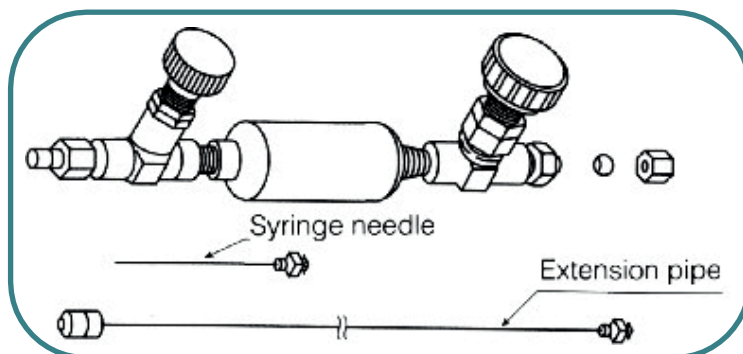

Figura 1: Muestreo del LPG para su análisis
1. Disponer el canister conteniendo el gas desde la parte inferior hacia arriba o en ángulo. Conectar un recipiente de muestreo de alta presión al canister con un adaptador apropiado (Figura 1)